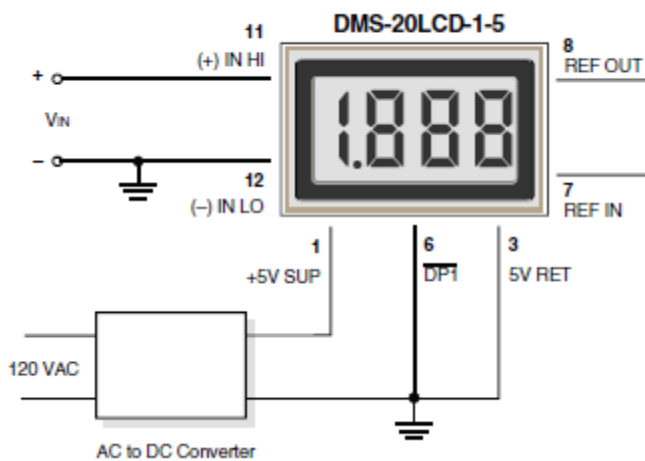

Рис. 2. Конфигурация одностороннего входа (модели с питанием 5В)
**1. Конфигурации с несимметричным входом:** Настоящие несимметричные измерения могут быть выполнены только с помощью измерителей с питанием 5В. Схема на рис. 2 позволяет избежать проблем, обычно связанных с токами контура заземления.